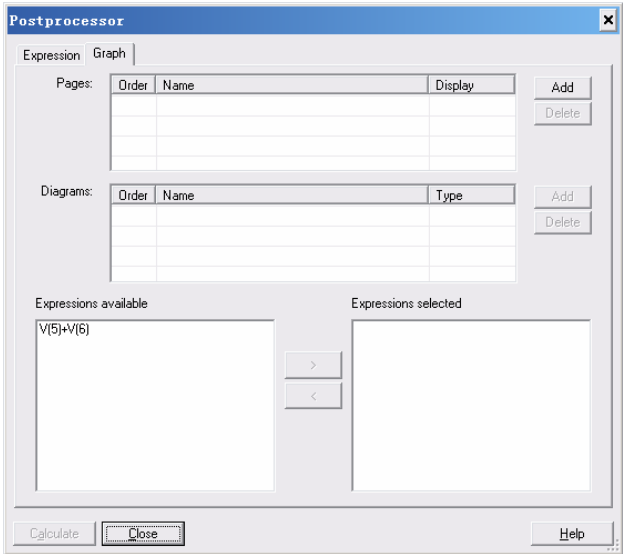

图 8-4 “Graph”选项卡
1) 从后处理器对话框中选择“Graph”选项卡，如图 8-4 所示。